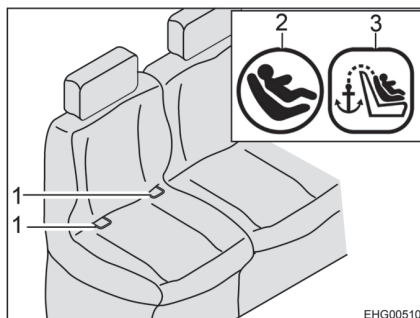
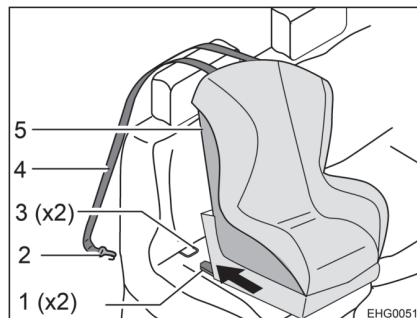

Bild 11 Stol med Isofix
Bild 12 Fastsättning med övre hållrem
- Låt låsarm (Bild 12,1) i fästbygel (Bild 11,1 och Bild 12,3) klicka på plats. Ett tydligt klickande ljud ska höras.
- Kontrollera med ett kraftigt ryck om barnstolen (Bild 12,5) sitter fast.
- För det övre hållremsskärpet (Bild 12,4) över sätets nackstöd.
- Haka fast fästkroarna (Bild 12,2) på förankringspunkten på baksidan av nackstödet på fordonssitsen.